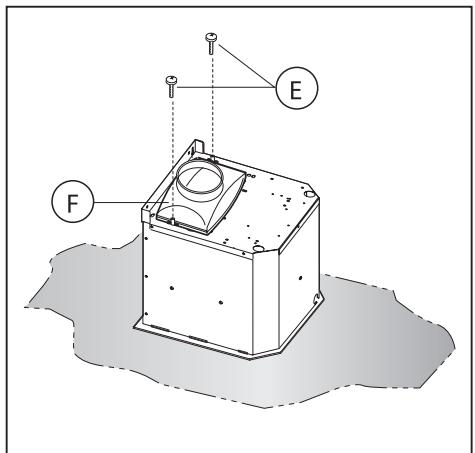

Fig.7
-Om din produkt är försedd med en anslutningsfläns, ska monteringen göras enligt Fig.7 innan kåpan monteras på stommen. Ta fram anslutningsflänsen **F** och montera den på den övre delen av kåpans insugningsenhets med 2 skruvar **E** (Fig.7).